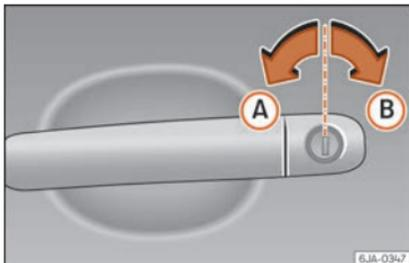

Fig. 121 Posiciones de la llave durante bloqueo y desbloqueo del vehículo.
– Gire con la llave en el bombín del lado del conductor en el sentido de marcha hasta su posición de apertura **A** »» fig. 121.
– Gire con la llave en el bombín del lado del conductor contra el sentido de marcha hasta su posición de cerradura **B** »» fig. 121.